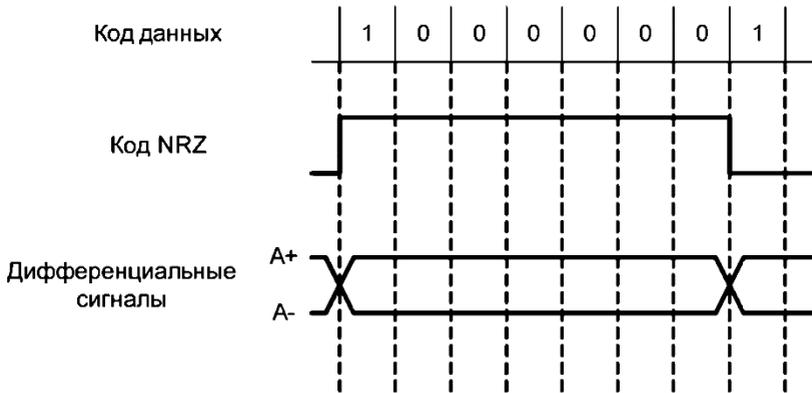

Рис. 16. Кодирование NRZ
**Методы кодирования** - кодирование NRZ и избыточные коды 8/10. При дифференциальной передаче или хранении в ЖД (CD, DVD) длинных последовательностей 1 и 0 применяют кодирование NRZ. определяющее положение 1 и 0 в таких последовательностях (рис. 16).